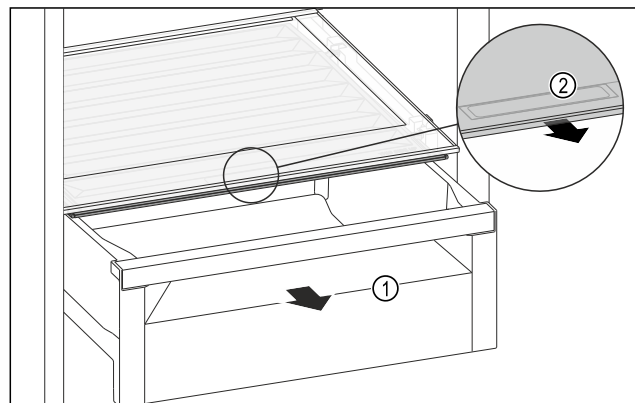

Fig. 131
- ▶ Schubfach Fig. 131 (1) herausziehen.
- ▶ Griffmulde Fig. 131 (2) am Fachdeckel anfassen und Fachdeckel gleichzeitig nach vorne ziehen.